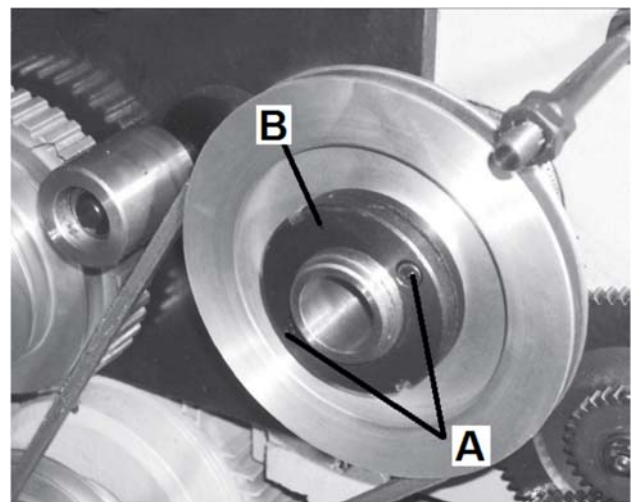

Abb. 11-2: Lager einstellen
Die zwei Innensechskantschrauben (A, Abb. 11-2) lösen. Die Mutter (B) anziehen, bis kein Axialspiel mehr vorhanden ist.